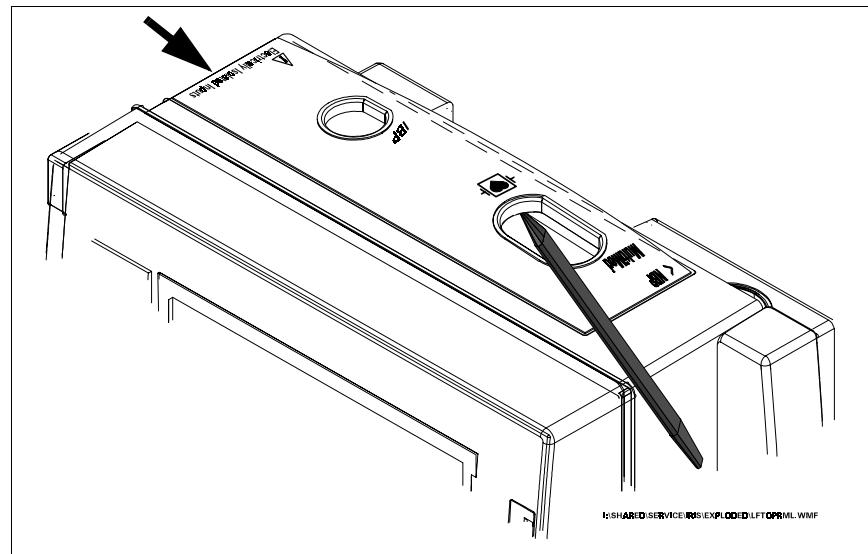
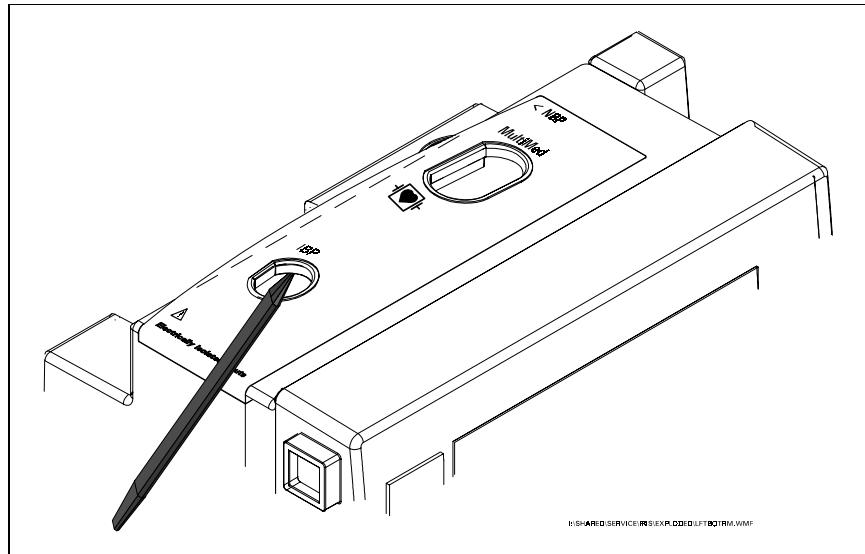

Abbildung 3-5 Abnehmen der linken Seitenplatte - Alternative A
Abbildung 3-6 Abnehmen der linken Seitenplatte - Alternative B
- 2) Führen Sie vorsichtig in einem flachen Winkel, wie in den Abbildungen dargestellt, das Werkzeug zur Entfernung der Seitenplatte entweder in die MultiMed-Buchse (siehe Abbildung 3-5) oder die IBP-Buchse (siehe Abbildung 3-6). Hebeln Sie die Seitenplatte an der Seite mit dem Werkzeug ungefähr $1/8"$ (3mm) heraus.
- 3) Wenn Sie die MultiMed-Buchse verwenden (Alternative A), üben Sie in Pfeilrichtung, wie in Abbildung 3-5 dargestellt, Druck auf die Unterseite der Seitenplatte aus, um der Kraft des Werkzeugs in der Buchsenöffnung entgegenzuwirken.